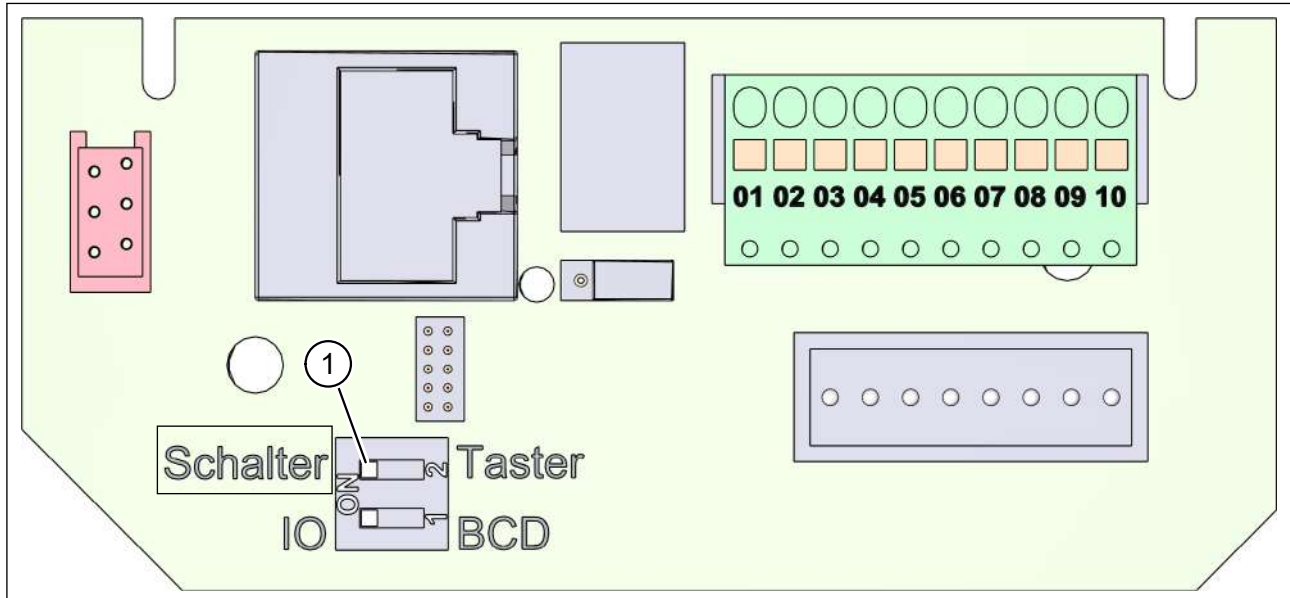

Abb. 36: Anschlussplatine im Lüftungsgerät mit Klemmenbelegung
Werkseitig ist der DIP-Schalter 2 (Pos. 1 in Abb. 36) auf die Stellung „Taster“ gesetzt. In Verbindung mit dem Dreistufen-Drehschalter muss der DIP-Schalter 2 auf die Stellung „Schalter“ gesetzt werden.
- ▶ Setzen Sie den DIP-Schalter 2 der Anschlussplatine auf die Stellung „Schalter“ (siehe Pos. 1 in Abb. 36 auf Seite 53).